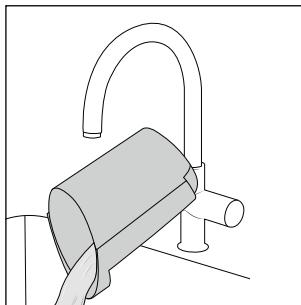

Fig. 22
- ♦ Videz l'eau sale et la saleté (voir fig. 22).